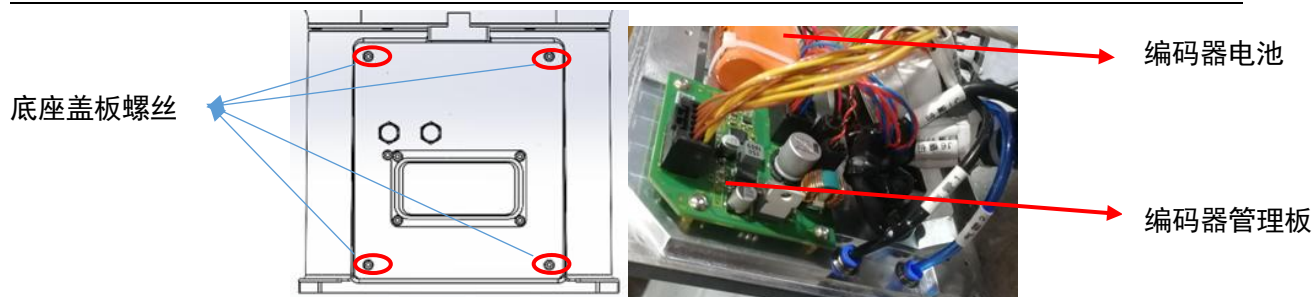

图 6.1 GBT-P7A 系列内部电池固定示意图（老版本）
- 1) 拧掉图 6.1 所示的底座盖板固定螺丝，将底座盖板拉出；
- 6) 盖上底座盖板，拧紧图 6.1 所示的底座盖板螺丝；